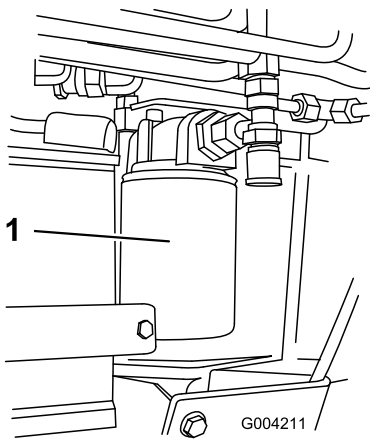

Figura 53
4. Coloque un recipiente debajo del filtro (Figura 53).
5. Retire el filtro usado (Figura 53) y limpie con un paño la superficie de la junta del adaptador del filtro.
7. Instale el filtro hidráulico nuevo en el adaptador del filtro (Figura 53). Apriete el filtro en el sentido de las agujas del reloj hasta que la junta de goma entre en contacto con el adaptador del filtro, luego apriete el filtro 3/4 de vuelta más.